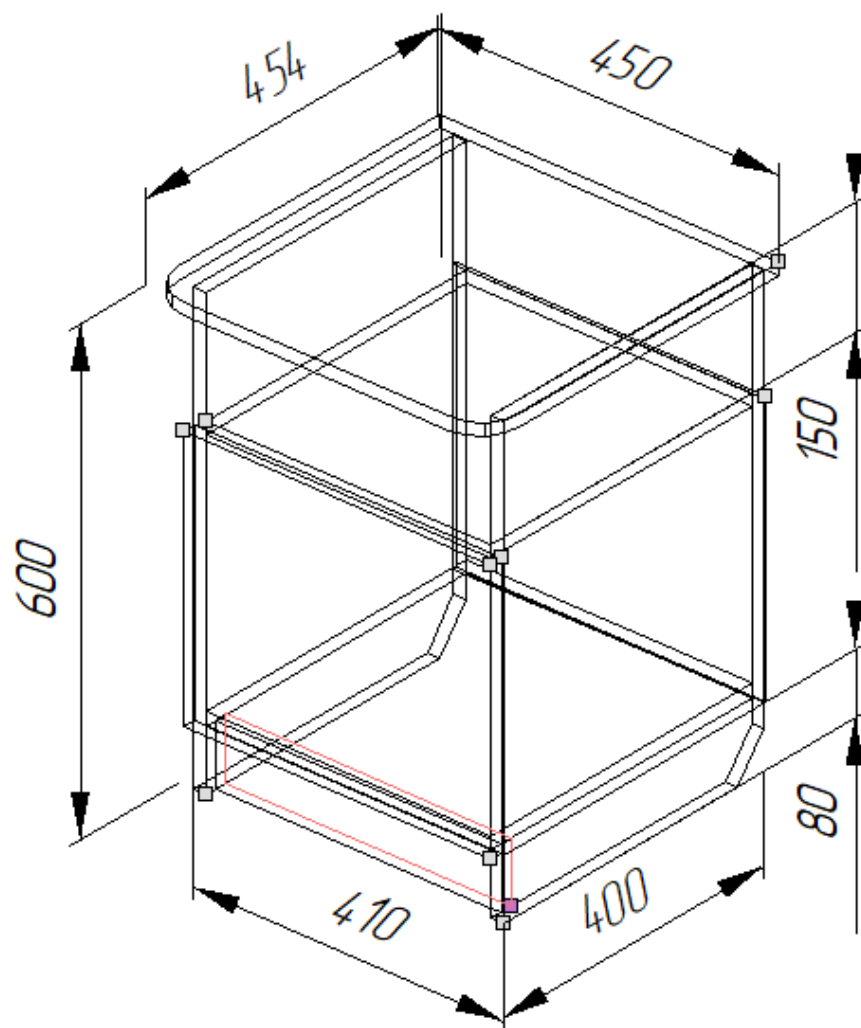

Рис. 2.3. Модель закритої тумби
**Завдання:** в програмі *Астра Конструктор Меблів* створити модель закритої тумби (рис. 2.3).